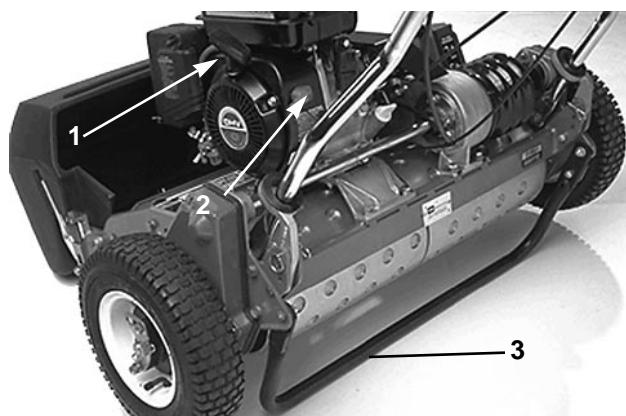

Fig. 16
**Démarrer à lanceur** (Fig. 16)—tirer sur la poignée du démarreur pour lancer le moteur.
**Commande marche/arrêt** (Fig. 16)—située à l'arrière du moteur. Placer la commande sur ON (MARCHE) pour mettre le moteur en marche et sur OFF (ARRET) pour arrêter le moteur.